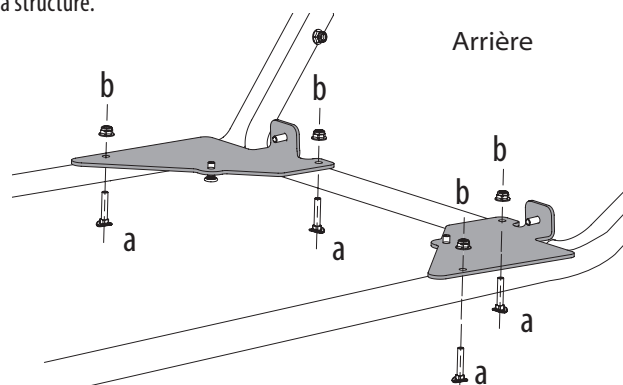

Figure 3
1. Placez les deux supports triangulaires (article n° 12) et (article n° 13) de chaque côté de la structure assemblée, comme indiqué à la Figure 3, de manière à ce que les trous soient alignés avec les trous des supports et que les brides des supports soient alignées avec l'angle des montants.
2. Placez quatre boulons de carrosserie de 1,5 po (a) (article n° 3) dans les trous indiqués, comme à la Figure 3, et vissez quatre écrous (b) (article n° 4) sur les boulons.